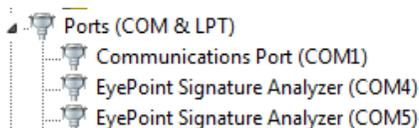

Рисунок 7. Отображение устройств после установки драйвера
- После установки драйвера в разделе устройств «Порты (COM и LPT)» должны появиться два устройства EyePoint Signature Analyser (Рисунок 7), номера COM портов могут отличаться.